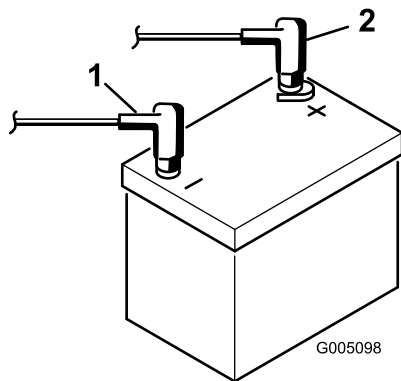

図 7
8. 赤いプラス（+）ケーブルをバッテリーのプラス（+）端子に、黒いマイナス（-）ケーブルはバッテリーのマイナス（-）端子にはめ、ボルトとナットで固定する（図 7）。ショート防止のために（+）端子にゴムキャップをかぶせる。